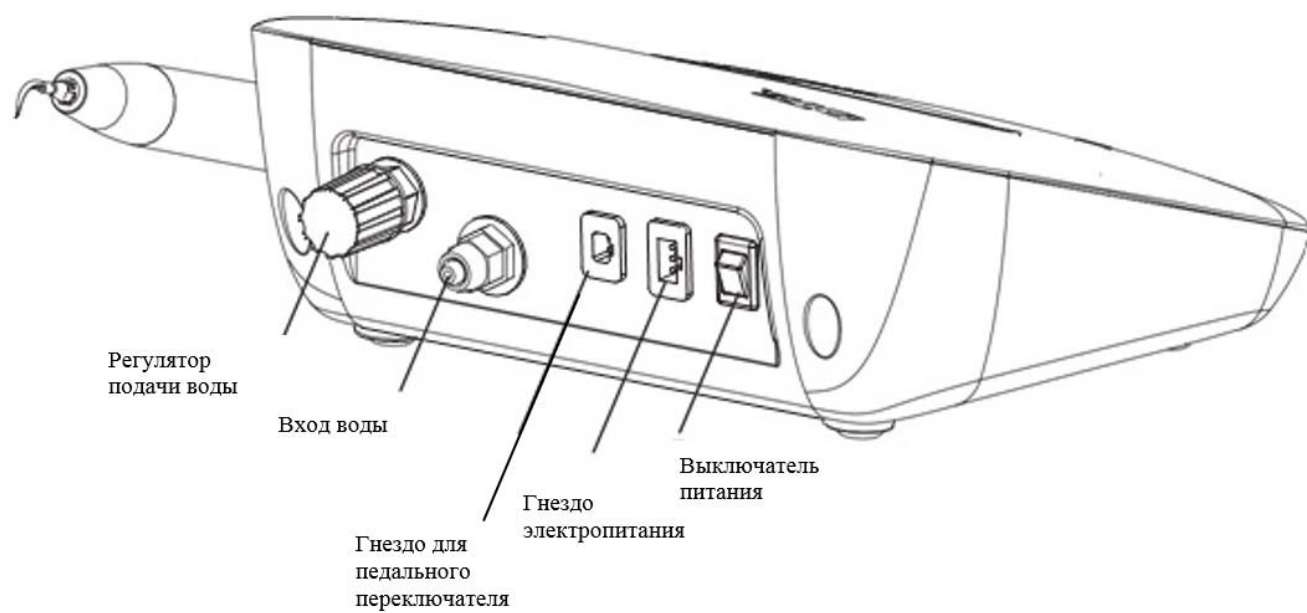

Рисунок 2
1.4.2 Схема задней панели основного устройства показана на рис. 2
2.1.3 Вставьте штекер педального переключателя в разъем (см. рисунок 2)
источником чистой воды. (см. рисунок 2)